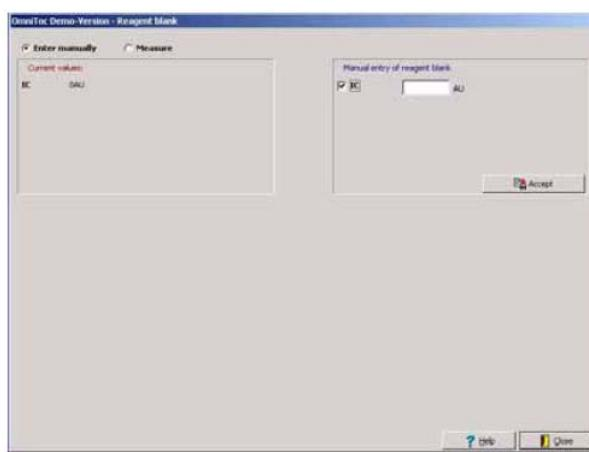

图44 Reagent Blank (试剂空白) 窗口——Manual Input (手动输入)
1. 选择菜单**Measurement>Reagent Blank** (测量>试剂空白) 打开**Reagent Blank** (试剂空白) 窗口 (图44)。
3. 在试剂空白值手动输入处，为所选的程序 (IC) 在相应位置输入试剂空白值，点击**ACCEPT** (接受) 确定。确定的TIC空白值整合到系统配置中用于之后所有的测定。